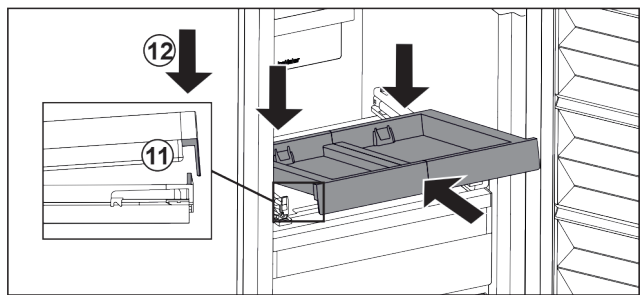

Fig. 88
- ▶ Inserire in modo inclinato. Assicuratevi che l'arresto sia dietro la linguetta su entrambi i lati. Fig. 88 (11)
- ▶ Abbassare il ripiano estraibile nella parte anteriore. Fig. 88 (12)